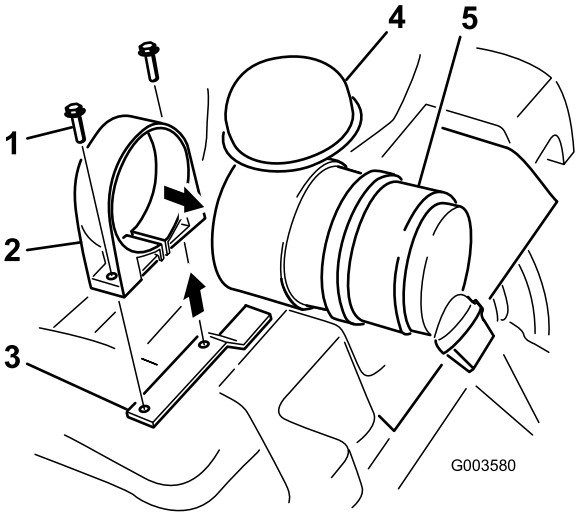

图 3
6. 展开空气滤清器箍带将其拉到过滤筒上取出滤芯的一端图 3。